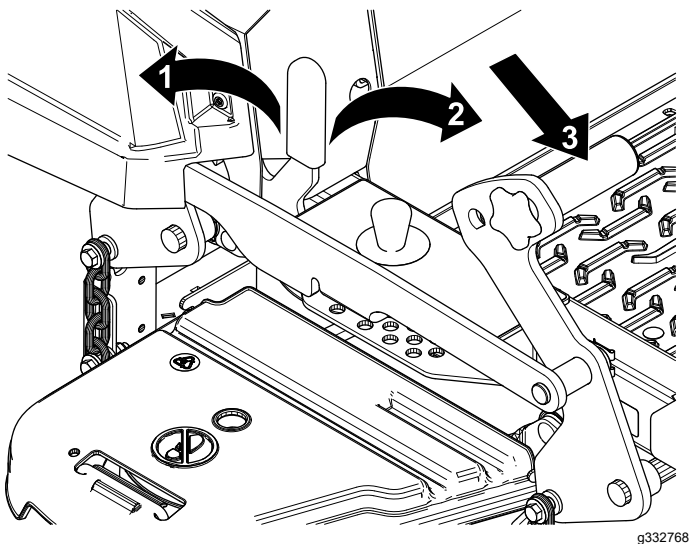

Figure 29
1. Poussez la pédale de levage du tablier complètement en avant pour bloquer le tablier en position TRANSPORT (Figure 29).
2. Poussez la pédale de levage du tablier complètement en avant et tirez le verrou de transport en avant à la position de DÉVERROUILLAGE, puis abaissez lentement le tablier de coupe (Figure 29).